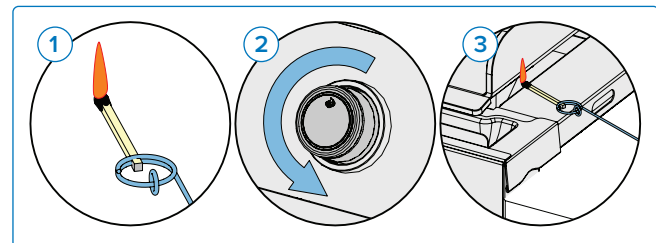

Fig. 7
3. Drehen Sie den entsprechenden Brennerknopf auf die höchste Stufe. **(Abb. 7).**